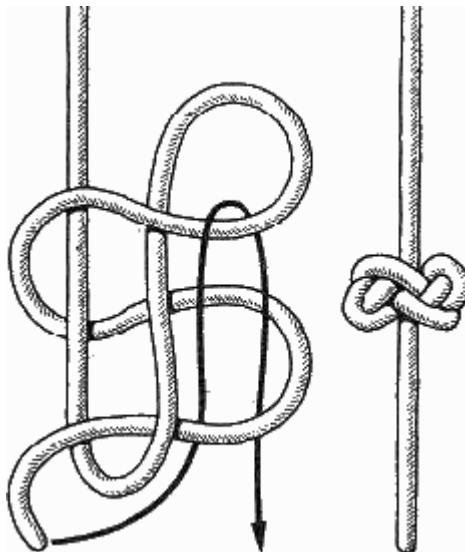

Рис. 137. Кордовый узел
**Кордовый узел** (рис. 137). Правильно завязанный и ровно затянутый кордовый узел смотрится весьма эффектно на шнурах гардин, штор и занавесей. Его можно применить на конце шнура электровыключателя.